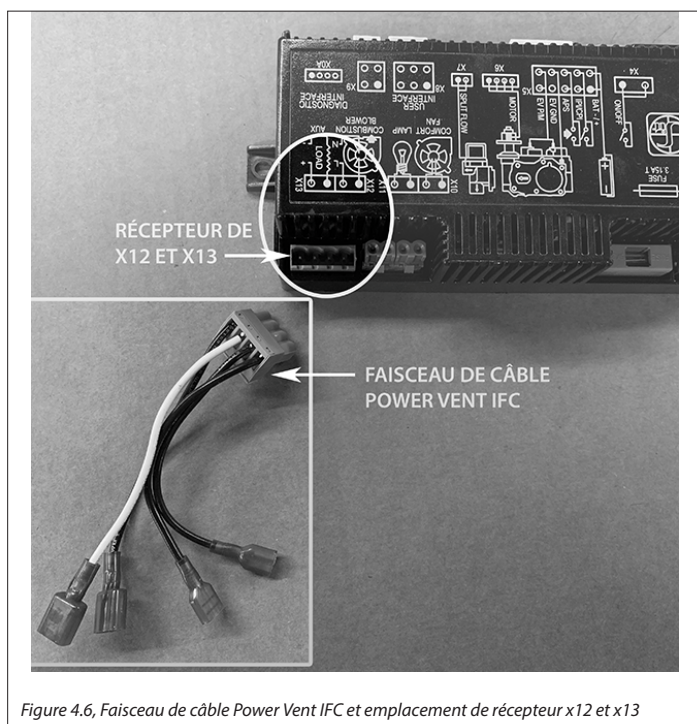
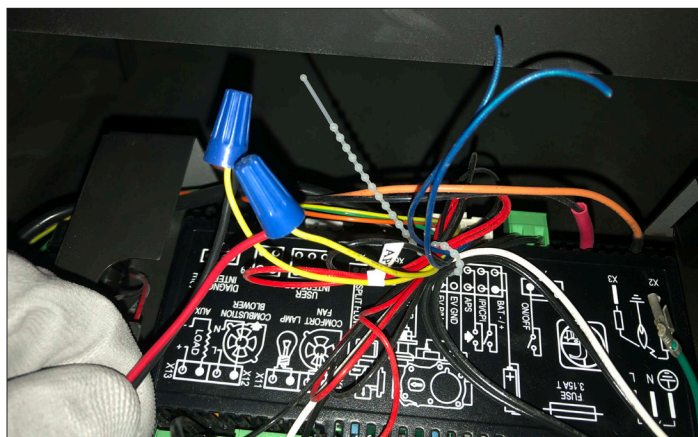

Figure 4.6, Faisceau de câble Power Vent IFC et emplacement de récepteur x12 et x13
Figure 4.8, Serre-fils installés aux fils identifiés «APS»
3. Repérez le Faisceau de câble Power Vent IFC (fourni avec ce kit). Branchez le connecteur de faisceau dans le récepteur de X12 et X13. Voir Figure 4.6.
4. Le faisceau de câble du Power Vent comporte un fil noir (porteur de tension) séparé avec deux connexions femelle à branchement rapide aux deux extrémités. Branchez-les aux fils noirs (connexions à branchement rapide) sortant du module de contrôle, à l'emplacement de connexion X12 du ventilateur de combustion. Voir Figure 4.6 et Figure 4.8.